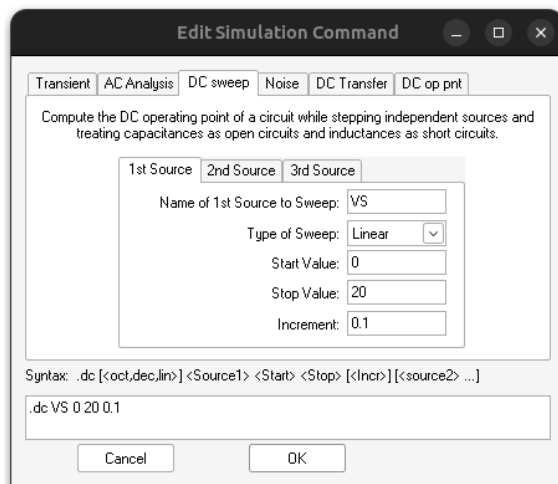

Figura 7: circuito esquemático en LTspice.
4. El comando resultante en el esquemático será: `.dc VS 0 20 0.1`. Presionar **OK**, observar figura 7 y 8.